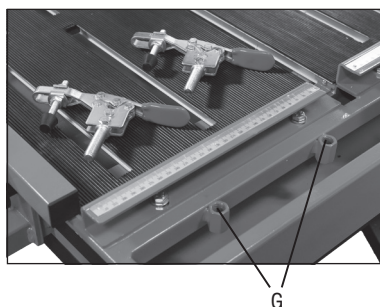

Fig. 11 – Grampos para fixação
Para uma melhor fixação da peça, utilize os grampos para fixação (13) (Fig. 11).
1. Fixe os grampos nos furos (G);